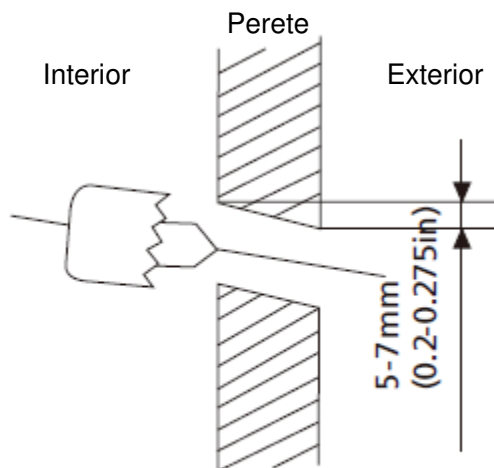

Fig. 3.2
2. Efectuati gaura in perete utilizand un burghiu de 65 mm. Asigurati-va ca gaura este executata cu o usoara panta descendenta, astfel incat extremitatea exterioara a gaurii sa fie mai jos decat extremitatea interioara cu aproximativ 5mm pana la 7mm . Astfel se asigura o drenare adecvata. (Consultati **Fig. 3.2**)